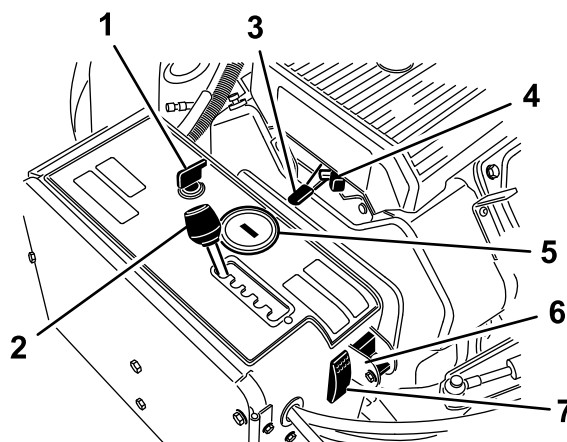

Рисунок 12
Используйте выключатель зажигания (Рисунок 12) для запуска и останова двигателя. Выключатель имеет 3 положения:
Передвиньте рычаг регулировки расстояния между зубьями аэратора (Рисунок 12) на требуемое расстояние или в положение «Т» для транспортировки.
Рычаг дроссельной заслонки (Рисунок 12) предназначен для управления частотой вращения двигателя. При передвижении рычага дроссельной заслонки вперед (положение БЫСТРО) частота вращения двигателя возрастает, при передвижении назад (положение МЕДЛЕННО) — уменьшается. Частота вращения вала аэратора синхронизирована с оборотами двигателя и скоростью движения машины.
- При выключении двигателя счетчик моточасов/тахометр (Рисунок 12) показывает количество часов работы двигателя.
Используйте воздушную заслонку при запуске холодного двигателя (Рисунок 12).
Поверните переключатель в нижнее положение для отключения функции TrueCore (Рисунок 12). Для доступа к переключателю выбора ручного режима следования профилю грунта отверните болт.
Переключатель сброса системы предназначен (Рисунок 12) для подъема вала аэратора в случае, если машина оказывается заблокированной (например, из-за выработки топлива).